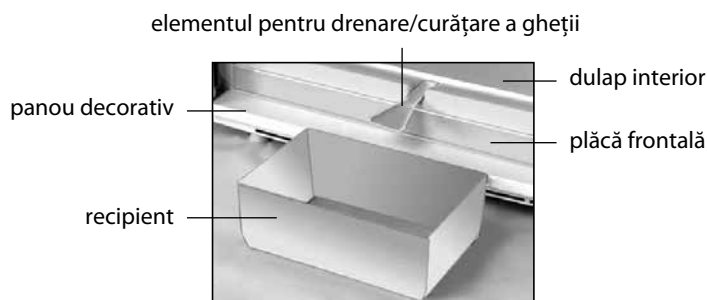

Figura 4 – Colectarea apei rezultate în urma topirii
- să îndepărtați apa rezultată în urma topirii, instalând în conformitate cu figura 4 elementul de masă plastică pentru drenare / pentru curățare a gheții și orice vas recipient cu volumul nu mai puțin de 2 l;
SE INTERZICE să decongeleți congelatorul fără utilizarea elementului pentru drenare instalat în conformitate cu figura 4. Apa rezultată în urma topirii care se scurge din cameră afară de elementul pentru drenare, pătrunzând în locul de alăturare a plăcii frontale la dulapul interior în conformitate cu figura 4, poate provoca coroziunea dulapului exterior al congelatorului și a elementelor agregatului frigorific, defectarea izolației termice, formarea crăpăturilor dulapului interior și defectarea dulapului congelatorului.